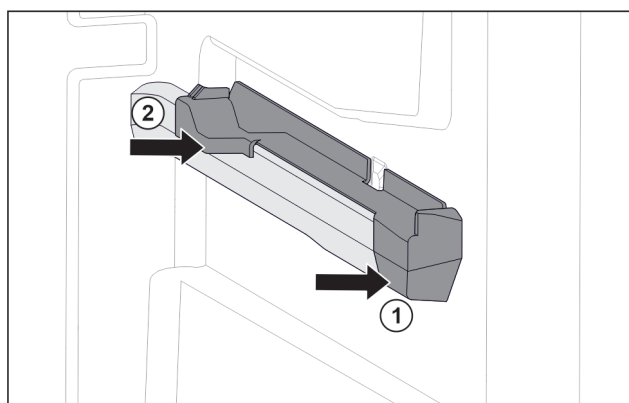

Fig. 150 Elemento inseribile sulla nervatura destra del contenitore
- Posizionare l'elemento inseribile sulla parte anteriore della nervatura del contenitore. Fig. 150 (1)
- Premere l'elemento inseribile sulla parte posteriore. Fig. 150 (2)